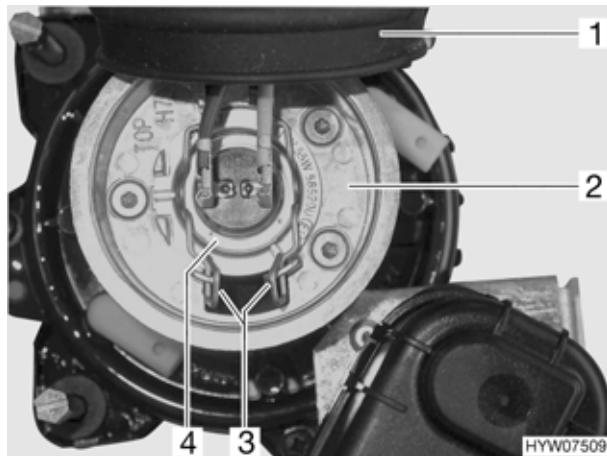

Fig. 107 Faro anabbagliante
- Togliere il copripolvere di gomma (Fig. 107,1) dall'involucro (Fig. 107,2).
- Stringere le staffe di metallo (Fig. 107,3) ed estrarre dai supporto.
- Estrarre dall'involucro la lampada ad incandescenza (Fig. 107,4) con il cavo.